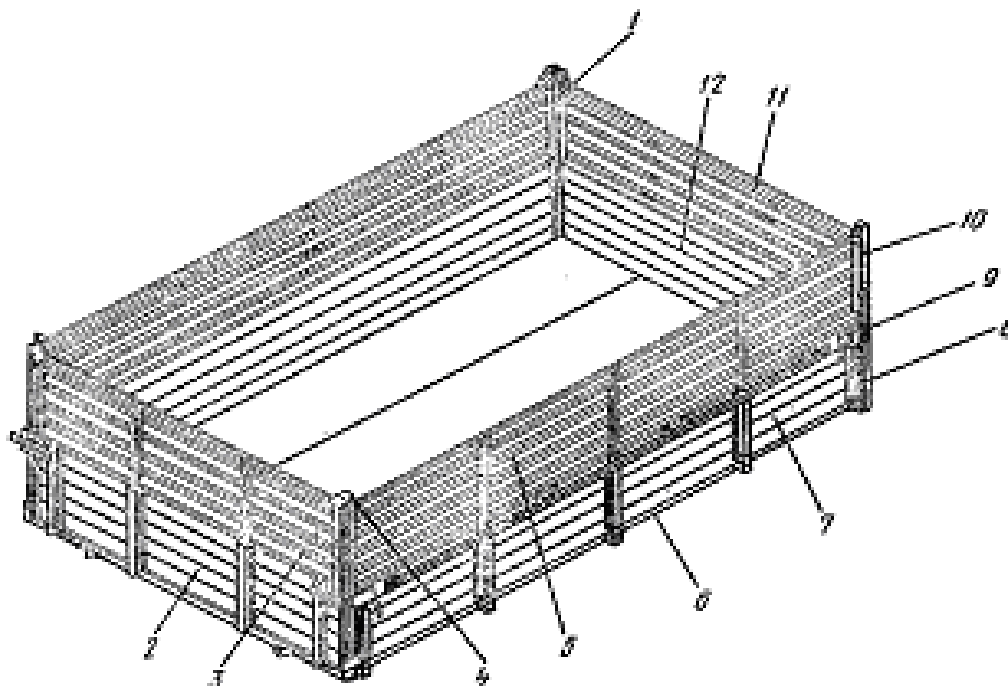

Рис. 24. Платформа:
4.12 Платформа (рис.24). Платформа прицепа прямоугольной формы. Конструкция платформы предусматривает возможность установки надставных бортов: передних, задних и двух боковых. Наличие задних угловых стоек обеспечивает шарнирную навеску боковых и заднего надставных бортов. При установке надставных бортов емкость платформы увеличивается до 11,8 м³.